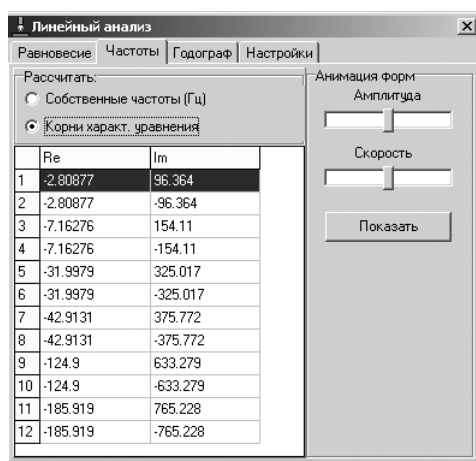

Рис. 2.110. Диалоговое окно **Линейный анализ** с открытой вкладкой **Частоты** и включенным переключателем **Корни характ. уравнения**
- щелкните в диалоговом окне **Линейный анализ** по переключателю **Корни характ. уравнения**, чтобы можно было получить значения корней – их два (комплексно-сопряженные), см. рис. 2.110.